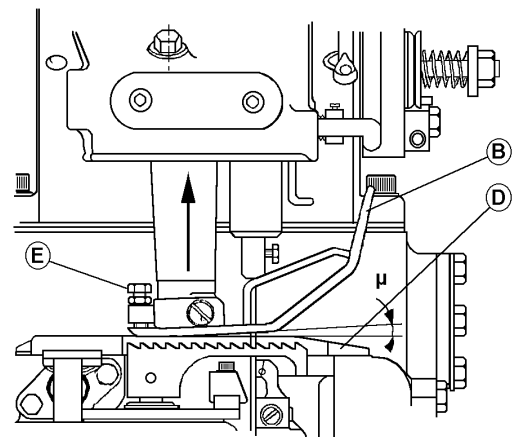

Fig: 10
Bekijk Fig :10. De drukvoet (B) mag niet parallel met de transportplaat (D) zijn, er moet een kleine spleet zijn (μ) aan het begin van de voet (B).